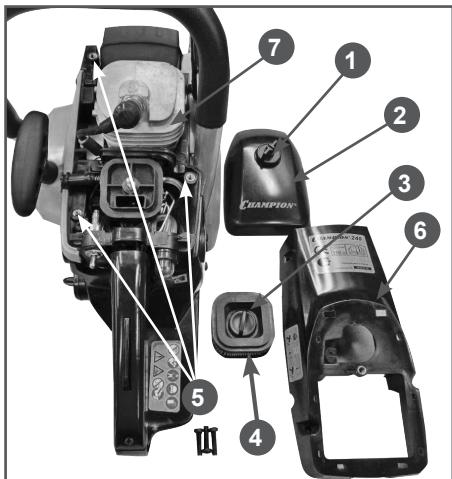

Рис. 22 Очистка охлаждающих ребер цилиндра
Для очистки охлаждающих ребер цилиндра (Рис. 22) необходимо сделать следующее:
1. Открутите винт 1 крепления крышки воздушного фильтра и снимите крышку воздушного фильтра 2 (Рис. 22).
2. Открутите барабановую гайку 3 и снимите фильтрующий элемент 4 с опоры воздушного фильтра (Рис. 22).
3. Выкрутите 3 винта 5 крепления крышки цилиндра 6 и снимите крышку цилиндра (Рис. 22).
4. Очистите ребра цилиндра 7 (Рис. 22) мягкой щеткой или продуйте сжатым воздухом.